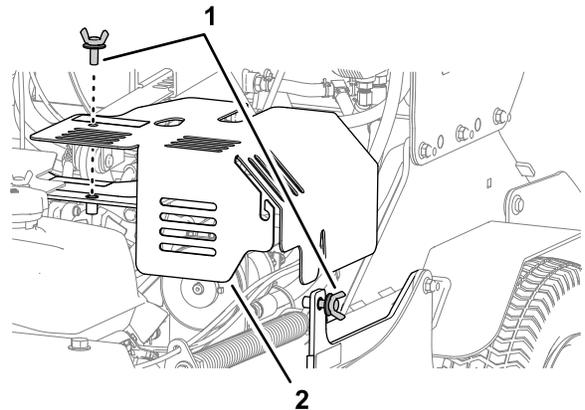

Figure 51
2. Retirez la vis à oreilles supérieure, desserrez la vis à oreilles latérale et déposez le couvercle du compartiment hydraulique gauche (Figure 51).
5. Placez le trou et la fente du couvercle du compartiment hydraulique gauche en face des supports de la machine, et fixez le couvercle avec les 2 vis à oreilles (Figure 51).